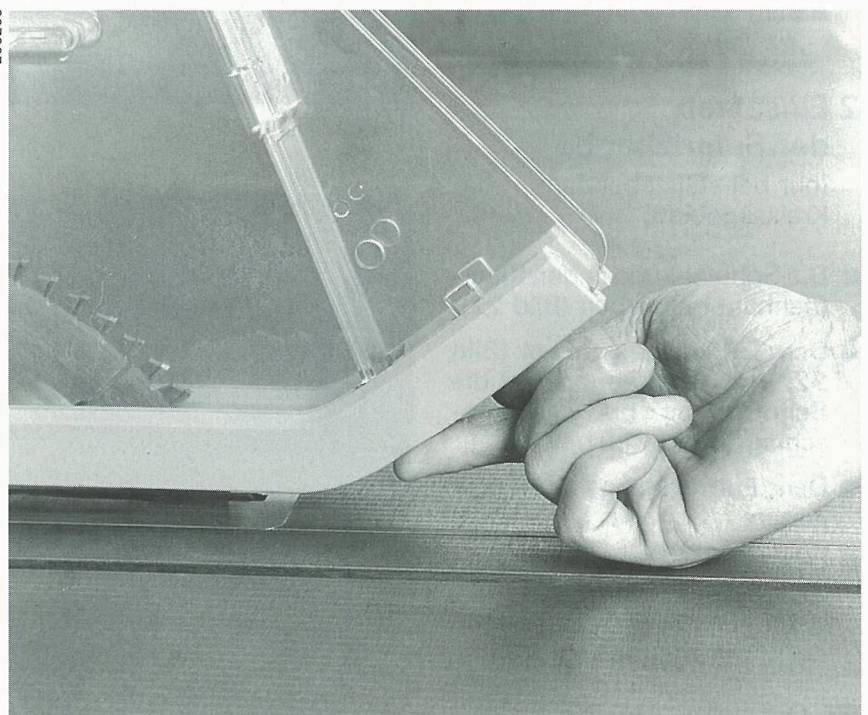

Bild 19 / Figure 19
- Die Schutzhaube ca. 10 mm anheben und kontrollieren, ob sie sich automatisch in die Schutzstellung senkt (Bild 19).
- Soulever la cape d'environ 10 mm et vérifier si elle s'abaisse automatiquement dans la position de protection (figure 19).
- Lift safety guard approximately 10 mm and check if it lowers itself automatically onto the table (Fig. 19).